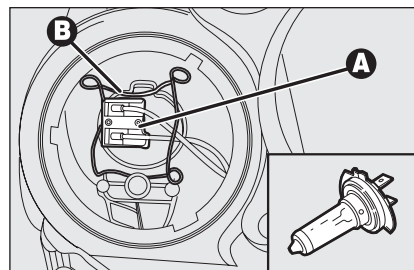

fig. 26
- remonter la nouvelle ampoule puis raccrocher le ressort de retenue de l'ampoule **B-fig. 26**;